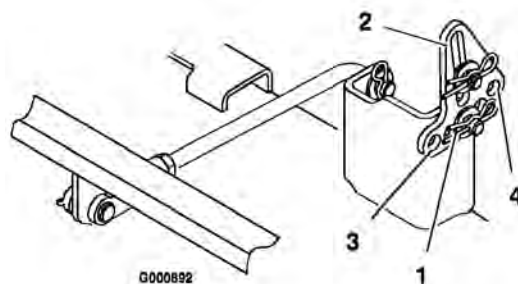

Figure 46
5. Enlevez la goupille fendue et la rondelle de l'une des pattes de mise à niveau (Figure 46). Pour mettre les lames de niveau, fixez les pattes de mise à niveau dans un autre trou à l'aide de la rondelle et de la goupille fendue (Figure 46). Utilisez un trou plus en avant pour réduire la hauteur de ce côté, ou un trou plus en arrière pour l'augmenter. Réglez les deux côtés selon les besoins.